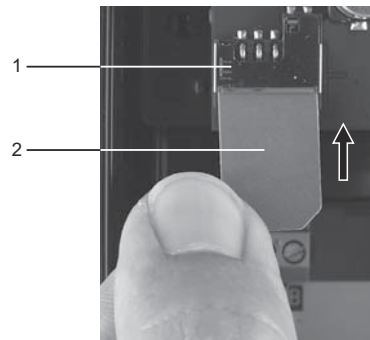

Fig. 4 Inserimento della scheda SIM
3. Inserire la scheda SIM nel CIM 260 o nel CIM 280. Vedi fig. 4.
Il lato obliquo della scheda SIM deve essere rivolto verso il basso. Vedi fig. 4.